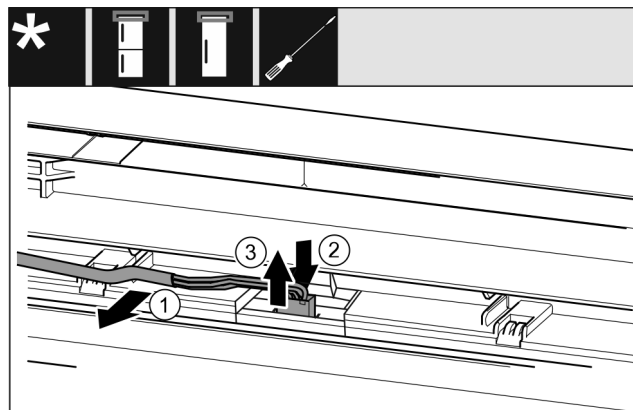

Fig. 20 Kombinimet ftohës-ngirës / Frigoriferët ngirës / Frigoriferët ftohës
- Lironi me kujdes kabllon Fig. 20 (1) ngjyrë gri nga udhëzuesi te dera.
- Shtypni për poshtë gjuhëzën Fig. 20 (2) prapa spinës.
- Nxirrni jashtë me kujdes spinën Fig. 20 (3) nga lart.